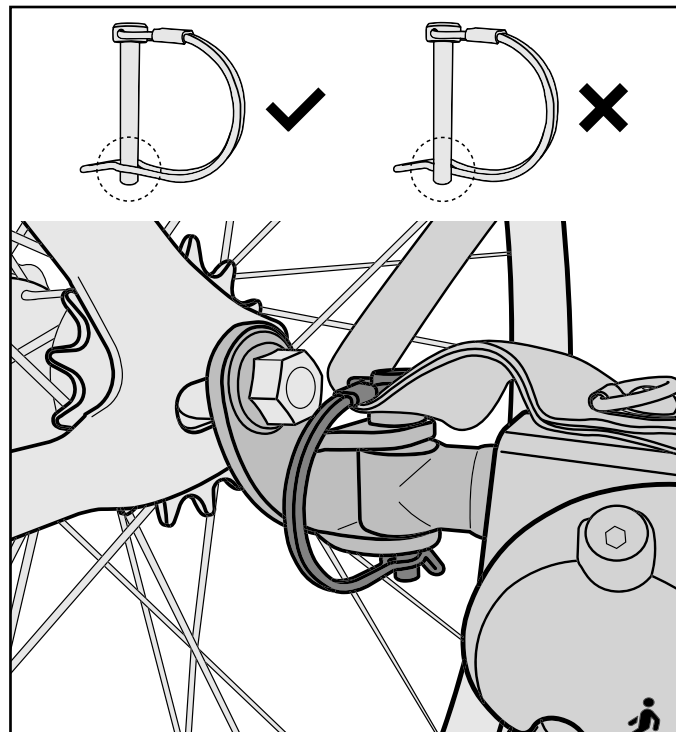
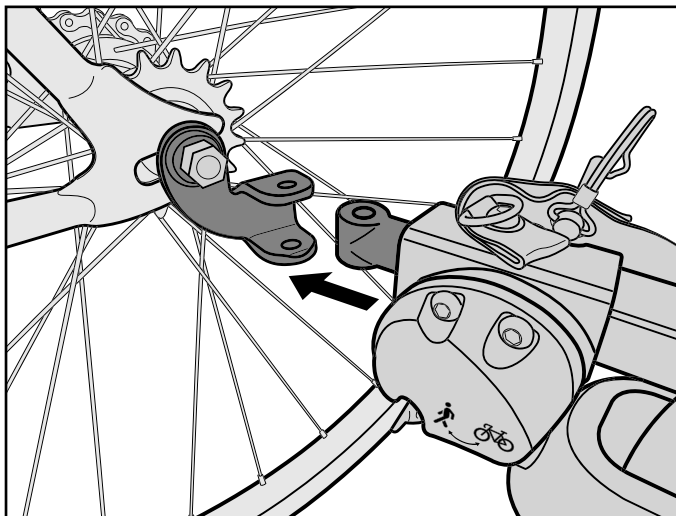
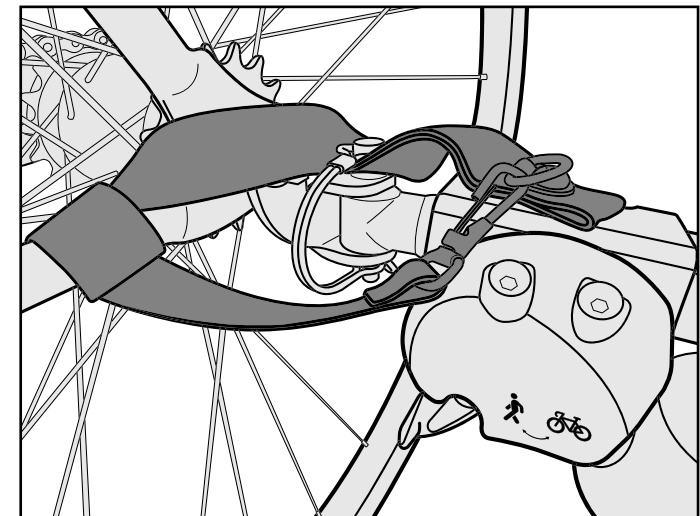

Figura 27
Figura 26
Figura 28
2. **Acoplar la barra de remolque al enganche:** inserte el conector flexible entre las dos pestañas del enganche (Figura 26), de modo que los orificios estén alineados. Inserte el pasador de sujeción y cierre el retén (Figura 27). Enrolle la cinta de seguridad alrededor del cuadro de la bicicleta dos veces y engánchela al anillo en D de la barra de remolque (Figura 28). La cinta y el enganche no deben hacer contacto con los radios.